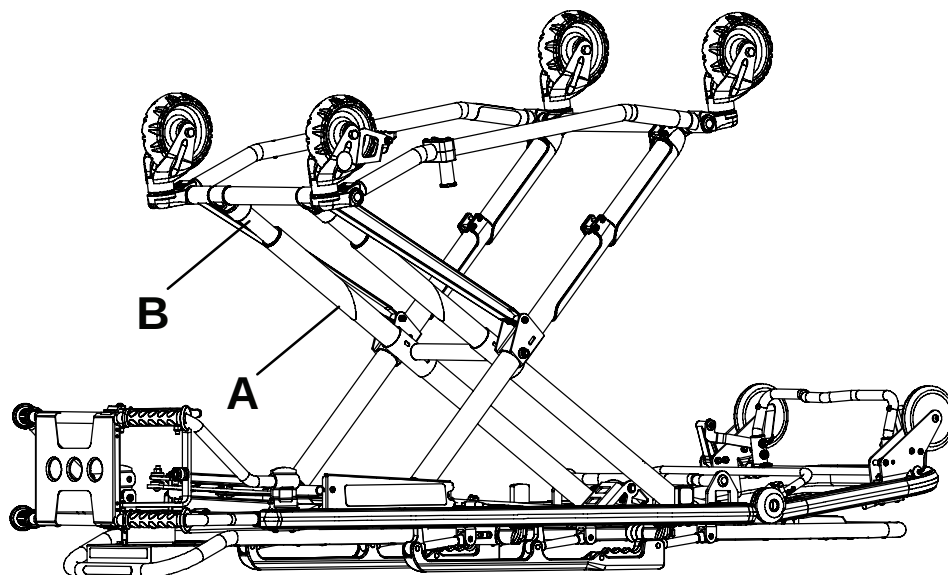

Figure 27 – Emplacements de lubrification de la base
3. À l'aide du tube applicateur en plastique, pulvériser du **Tri-Flow™** avec lubrifiant **Teflon®** (6082-199-012) dans l'espace entre les tubes de levage supérieur (A) et inférieur (B) sur les deux pieds du côté pieds (Figure 27).